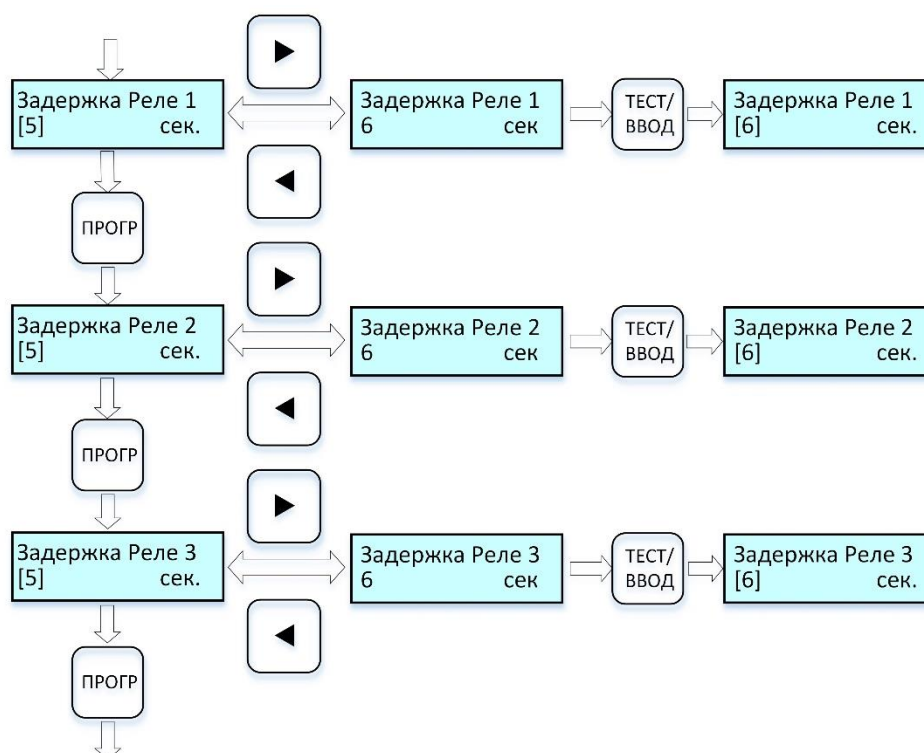

Рисунок 15 – Циклограмма выводимых сообщений на дисплей при настройке времени задержки срабатывания реле порогов
2.6.5.11 Для **настройки времени задержки срабатывания реле порогов 1, 2 и 3** выполнить действия по п. 2.6.5.1 (при необходимости), далее по циклограмме рис. 15.